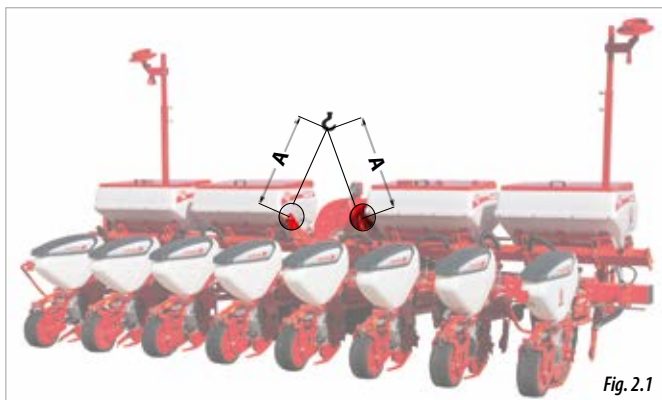

Fig. 2.1
- Versiones de máquina **FIJA, VARIANT MANUAL, TELESCÓPICA, VARIANT y VARIANT IDRA**, la CARGA y DESCARGA deberá hacerse mediante 2 puntos (Fig. 2.1).
**ATENCIÓN:** RESPETAR LAS DISTANCIAS: **A** (2 METROS) PARA EVITAR DAÑAR LA MÁQUINA DURANTE EL PROCESO DE ELEVACIÓN (FIG. 2.1).